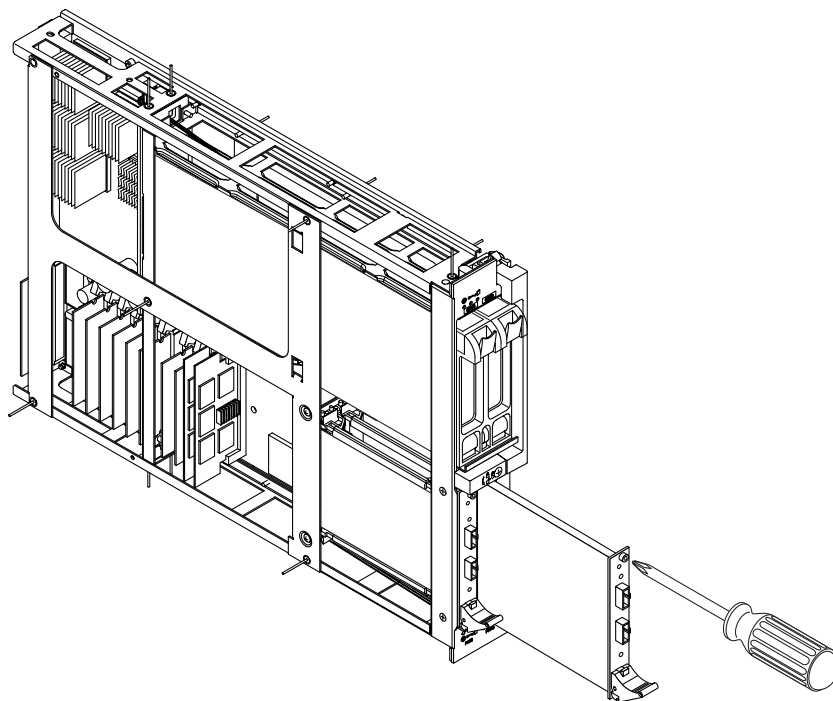

图 4-6 在 Sun Fire Link 配件中替换光学模块（Sun Fire 15K/12K 系统）
4. 手握光学模块的两侧或者正面面板，将其滑入两导轨间的插槽中，请参阅图 4-6。